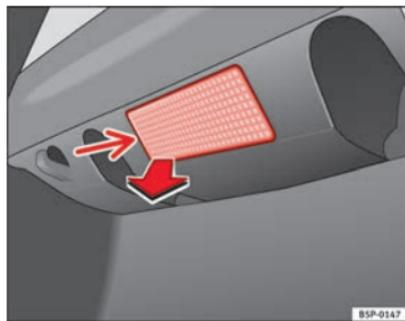

Fig. 171 Luz maletero
- Extraiga la tulipa haciendo presión sobre el borde de la parte interior de la misma -flecha- con ayuda de un destornillador por su parte plana ⇒ fig. 171.